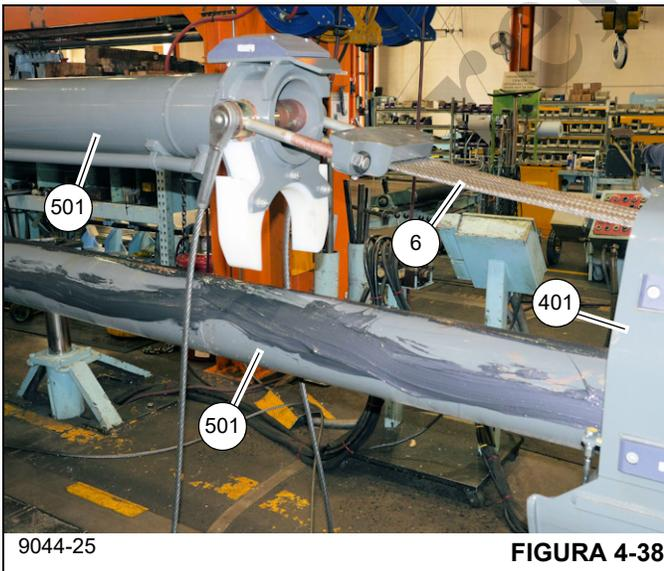

FIGURA 4-38
50. Simultáneamente tire los cilindros telescópicos N.º 1 (502) y N.º 2 (501) fuera de la sección telescópica 3 (401). Tire ambos cilindros hasta que las puntas de los cilindros N.º 1 y 2 estén cerca de la parte trasera de la sección telescópica 3 (401).
51. Tire el cilindro telescópicos N.º 2 (501) hacia fuera de la sección telescópica 3 (401) dejando la punta del cilindro telescópicos N.º 1 (502) dentro de la sección telescópica 3 (401) (vea la Figura 4-38).